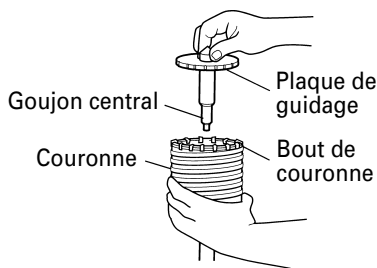

Fig. 17
- (3) Introduire la guijon central dans la plaque de guidage jusqu'à ce qu'il arrête.
- (4) Engager la plaque de guidage dans la couronne et tourner la plaque de guidage à gauche ou à droite de manière à ce qu'elle ne puisse pas tomber, même si elle orientée vers le bas. (Fig. 17)